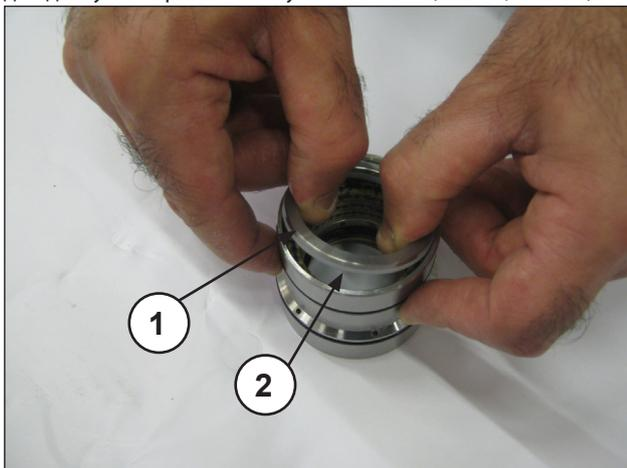
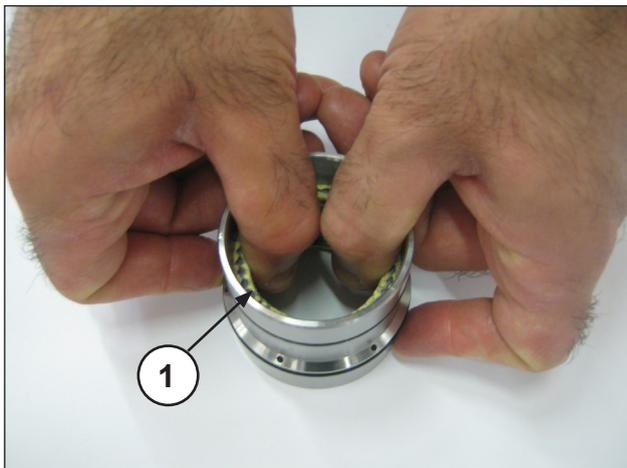

Рис. 31
Рис. 32
Отделите опору уплотнений от рубашки, снимите кольцо для пружины и маслосъемное кольцо (поз. ①②, Рис. 31) для доступа к прижимным уплотнениям (поз. ①, Рис. 32).